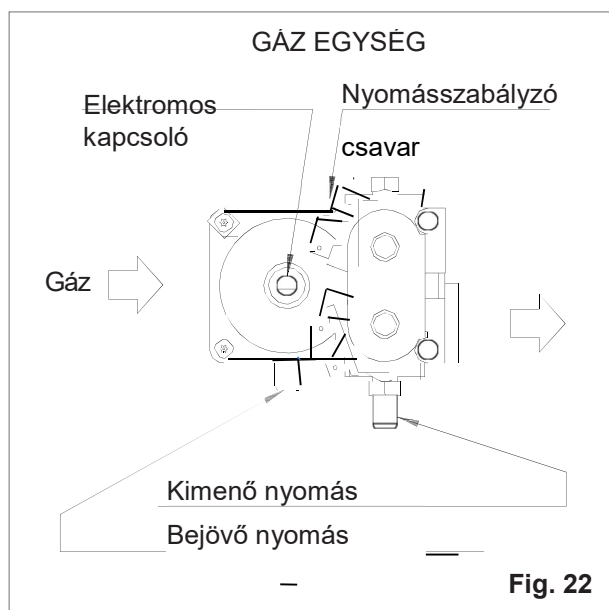

Fig. 22
Helyezze be a vízoszlop nyomásmérő csövet a gázegység nyomáscsökkentő nyílásába (fig.22), miután néhány fordulattal visszahúzta a csavart. Indítsa el a konvektort, és ellenőrizze, hogy az égőre ható nyomás megfelel-e a műszaki adatok táblázatában feltüntetettnek. Ha az égőre szállított gáz nyomása nem felel meg a jelzett értéknek, akkor a védődugó eltávolítása után használja a speciális állítócsavart, a megadott érték eléréséhez. Fordítsa az óramutató járásával ellentétes irányba a nyomás csökkentéséhez és az óramutató járásával megegyező irányba a nyomás növeléséhez (ez a művelet csak a G20 földgáz használata esetén hajtható végre). Fordítsa a szobatermosztát-tárcsát a minimális értékre, és ellenőrizze, hogy az égő kikapcsol. Vegye le a manométert, és rögzítse a nyomás szabályozó csavart, ellenőrizve a tömítést. Tegye vissza a védő dugót.
g). helyezze be a vízoszlop nyomásmérő csövet az égő felfelé irányuló nyomónyílásába (fig. 22) miután néhány fordulattal visszahúzta a zárócsavart